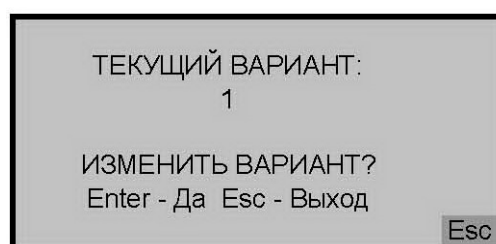

Рис. 7.87
1.2. В пункте «**Вариант кодирования**» осуществляется выбор варианта кодирования, соответствующего модели диагностируемого автомобиля (рис. 7.87).